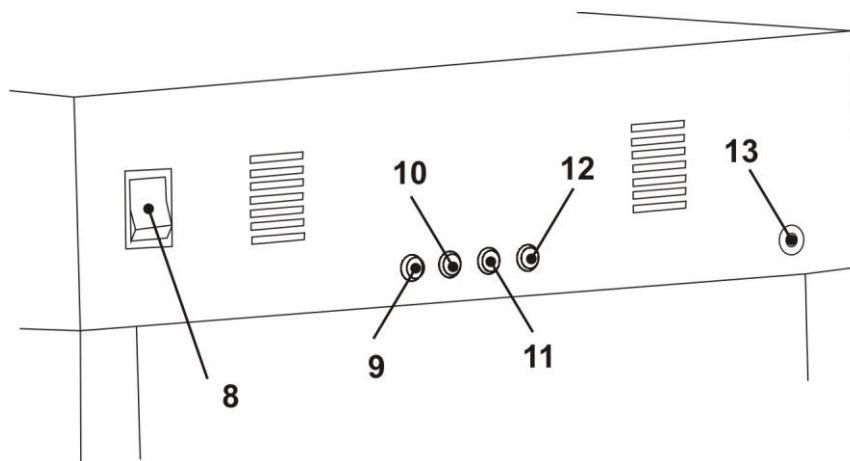

Рис. 2
ПОМНИТЕ! Надставки устанавливаются на лотки только на период вывода птицы, при этом поворотная система выставляется в горизонтальное положение и клавиша ВКЛ/ВЫКЛ поворота должна находиться в положении ВЫКЛ. (Рис.2 поз.8)
- клавиша «ПОВОРОТ» (вкл/выкл); (Рис.2 поз.8)